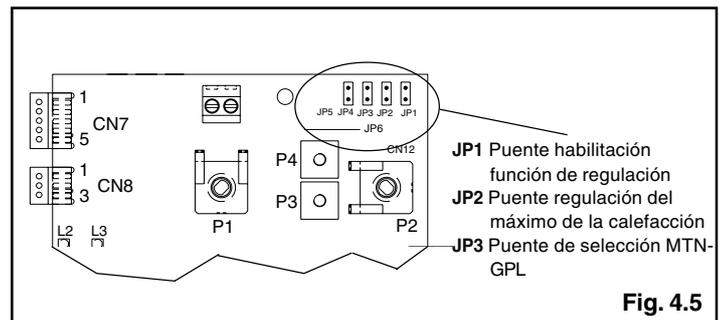

Fig. 4.5
⚠ La función de “regulación eléctrica” se activa y desactiva exclusivamente por el jumper (JP1) (fig. 4.5).
- introducir el jumper JP1 (fig. 4.5) para habilitar los mandos situados en el panel de mando con las funciones de regulación del mínimo y máximo de la calefacción.
- introducir el jumper JP2 (fig. 4.5)
- abrir la tapa de la tarjeta electrónica (fig. 4.5)